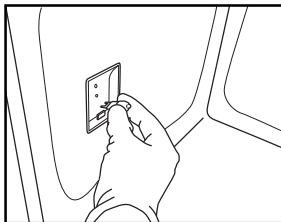

Fig. 8
4. Remplacez l'ampoule (voir Remarque pour en connaître le type) (Fig. 8).